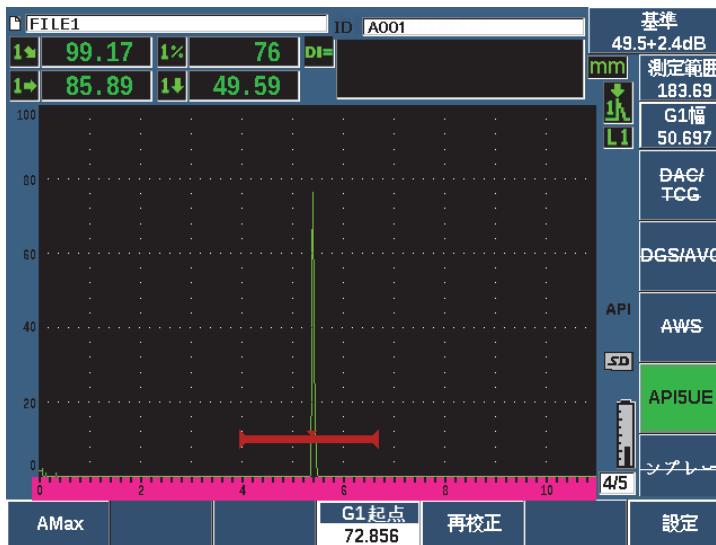

図 11-25 A_{\max} ポイントの保存
6. RefAMax (P1) を押して、 A_{\max} ポイントを保存し、RefAMax を再度押して承認します (277 ページの図 11-25 参照)。